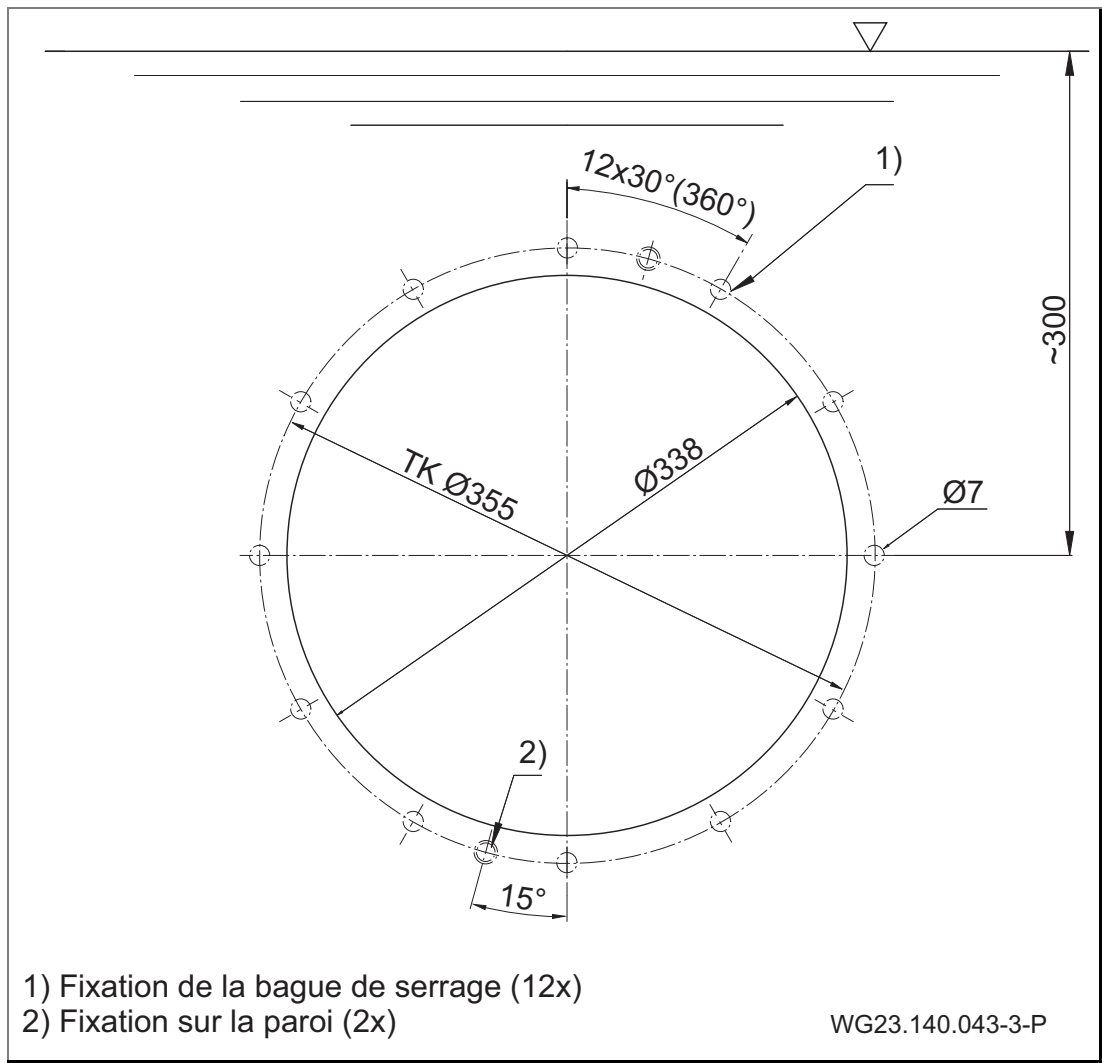
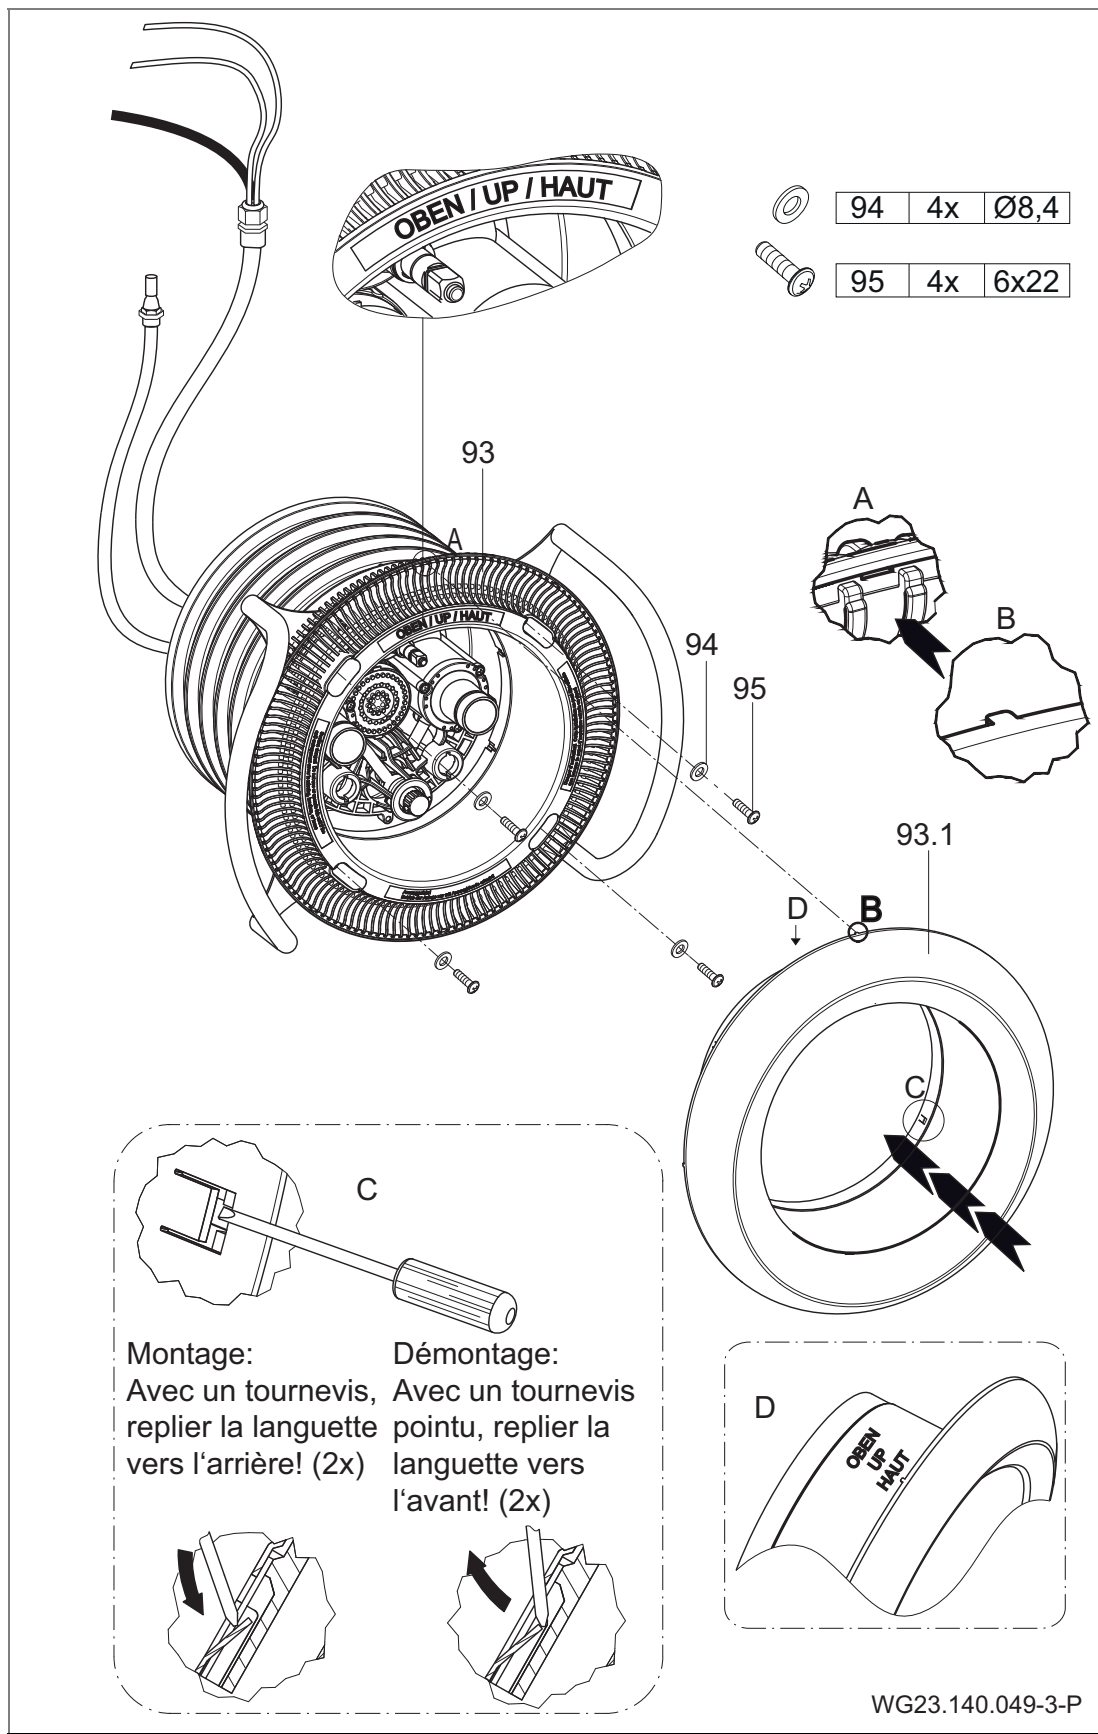
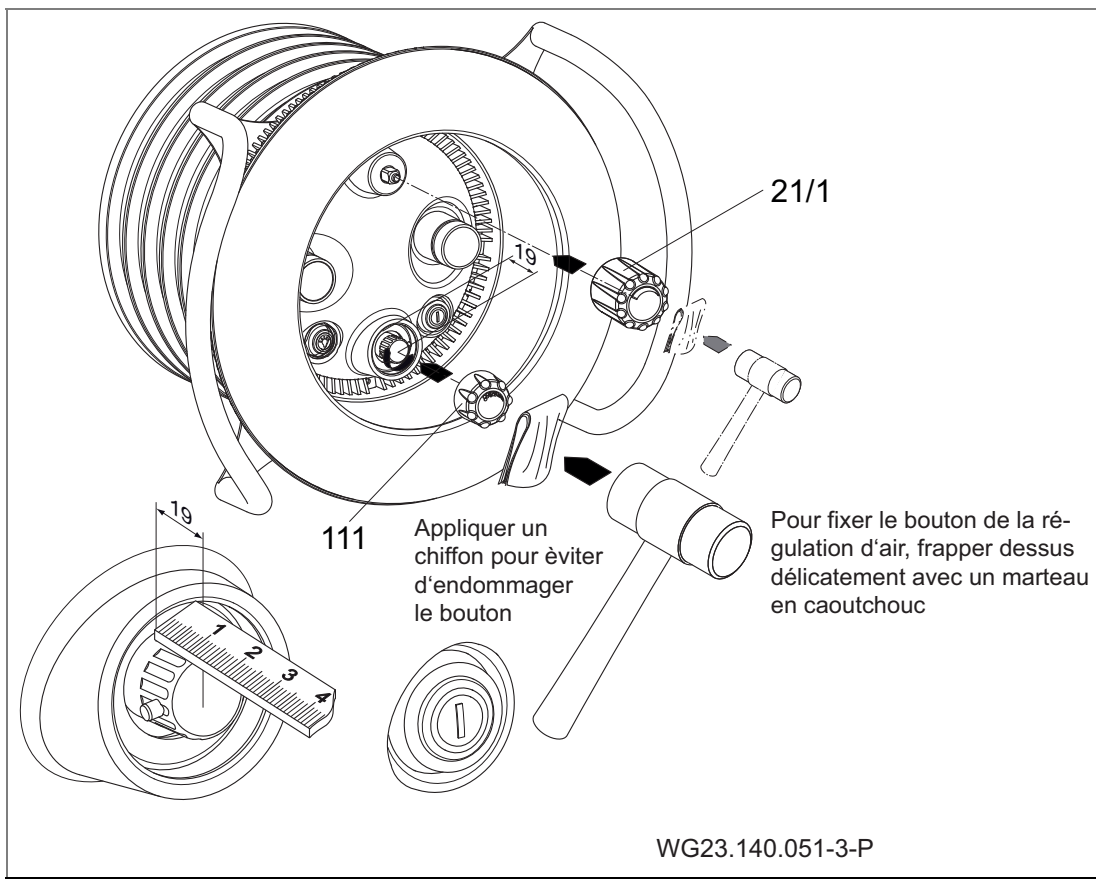

Fig. 11
Fig. 17
Fig. 19
8. Placer le carter d'aspiration (93) sur le collier de serrage (28) et le fixer avec quatre rondelles (94) et quatre vis auto taraudeuses (95) (Fig. 11). (Fig. 17)
9. Aligner l'enjoliveur en acier inoxydable (93.1) sur les plots de centrage en surplomb sur les évidements disponibles dans le carter d'aspiration (93). Tenir compte du marquage "OBEN" (HAUT) sur l'enjoliveur en acier inoxydable. Pour le blocage de l'enjoliveur, replier les deux languettes latérales latéralement vers l'arrière avec un tournevis. (Fig. 17)
12. Primavera: Fixer le bouton de régulation de débit (111) et de régulation d'air (21/1) à l'aide d'un marteau en caoutchouc et d'un tissu de protection. (Fig. 19)
1. Retirer le capuchon de régulation du débit (111) et de l'air (21/1). Voir "Fig. 19"
2. Desserrer les vis taraudeuses (112) et retirer le capot de lumière (110).
3. Plier les deux brides latérales du cache en acier inoxydable et le retirer. Voir "Fig. 17"
4. Desserrer les vis taraudeuses (95) et retirer le cache d'aspiration (93) ainsi que la poignée de maintien (70).
5. Desserrer les vis taraudeuses (61) si nécessaire. Retirer le boîtier des buses (102.1). Prendre garde ce faisant à la conduite d'air intérieure (4) fixée sur le boîtier de montage (1).
6. Desserrer les vis (52). Retirer la poignée (70), la bague de serrage (28) et le joint de la bague de serrage (27).